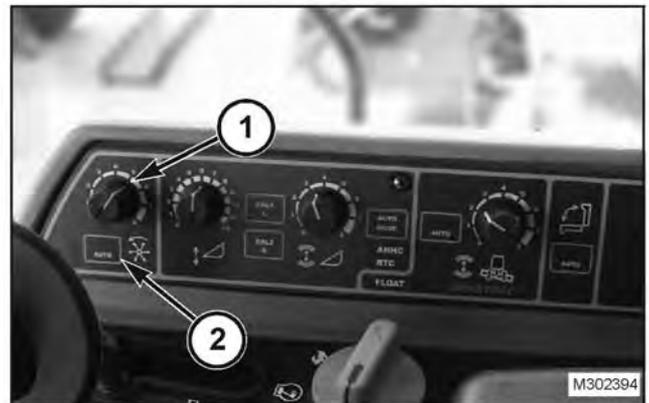

FIG. 68
FIG. 68: Perilla de control de velocidad (1). Girar la perilla en sentido de las agujas del reloj para aumentar la velocidad del molinete y en sentido contrario para bajar la velocidad.